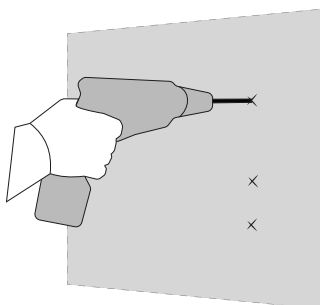

Figura 5:
3. Perfore los orificios requeridos en la superficie de montaje de acuerdo con las marcas e inserte los enchufes de pared. Consulte la Figura 5.